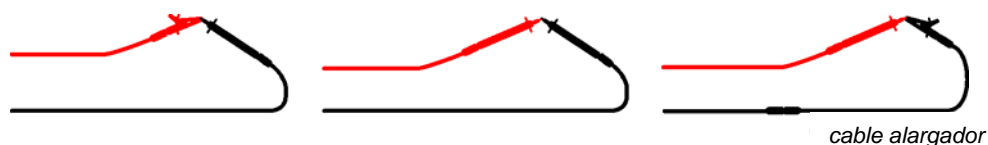

Figura 5.9: Cables de prueba puenteados
- ❑ **Conecte** el cable de prueba a la parte superior del instrumento y puentee los cables de prueba uniéndolos (vea la *figura 5.9*).